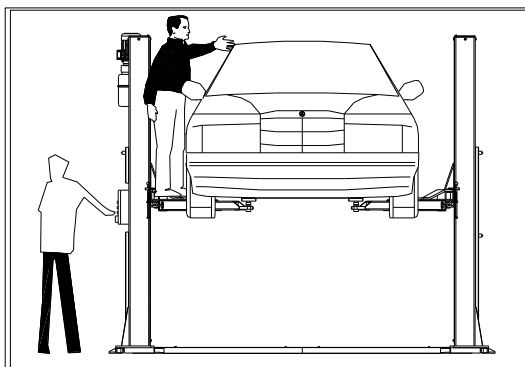

рис. 22
**ЗАБОРОНЕНО ВЛАЗИТИ НА ПІДЙОМНИК АБО ЗАПУСКАТИ ДВИГУН НА ПІДНЯТОМУ АВТОМОБІЛІ (рис. 22)**